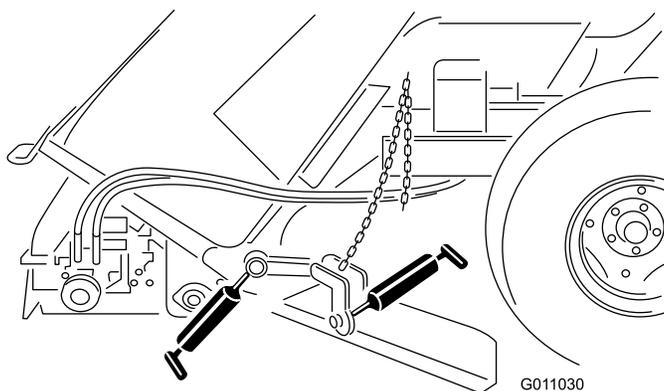

図 37
- 畝寄せブレードのマウント 図 37
- 畝寄せブレードのハブ 図 37